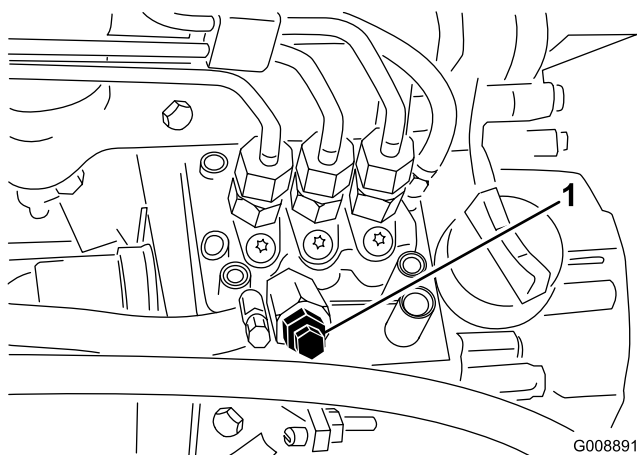

Bild 41
3. Öffnen Sie die Entlüftungsschraube an der Kraftstoffeinspritzpumpe (Bild 41).